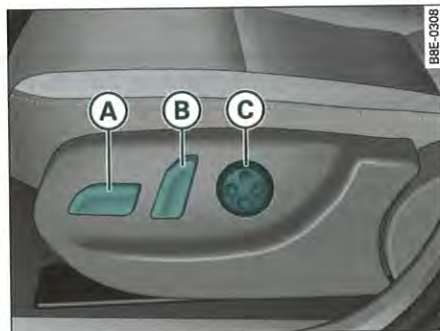
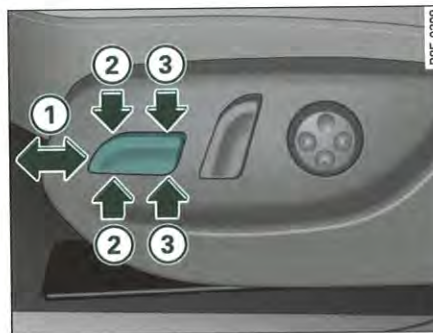

Fig. 91 Siège avant : commandes de réglage
Fig. 92 Siège avant : commandes de réglage du siège
- Repoussez la commande (A) ⇒ fig. 91 vers l'avant ou vers l'arrière (1) ⇒ fig. 92 ⇒ !.
- Pressez la commande (B) dans le sens de la flèche correspondante ⇒ *page 96*, fig. 91 pour ajuster le dossier de siège ⇒ .
- Appuyez sur la partie avant ou arrière de la plaque de réglage (C) ⇒ *page 96*, fig. 91 pour modifier la courbure du dossier.